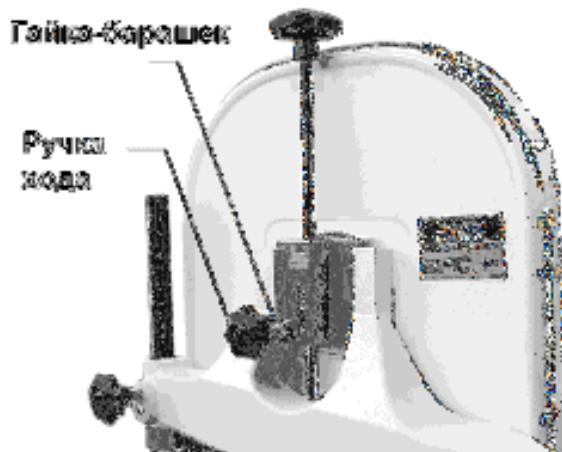

Рис. 18
2. Если необходима настройка, ослабьте гайку-баращек (Рис. 18) и слегка затяните ручку хода, чтобы сдвинуть полотно к задней части станка. Легкое ослабление ручки хода приведет к движению полотна к передней части станка.